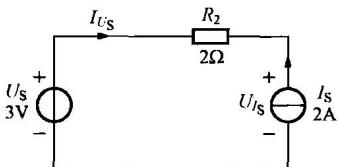
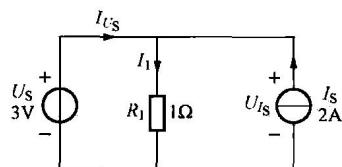
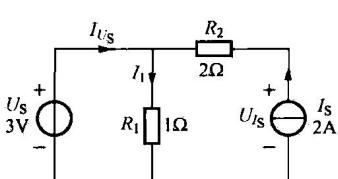

图 1-16 电压源与电流源的串联
图 1-17 电压源与电流源的并联
图 1-18 电压源、电流源与电阻串并联
电压源与电流源串联时, 电压源和电流源通过的电流都等于电流源的电流。电压源两端的电压不变, 电流源两端的电压由外部电路决定。在图 1-16 所示的电路中
电压源与电流源并联时，电压源和电流源两端的电压都等于电压源的电压。电流源的电流不变，电压源通过的电流由外部电路决定，在图 1-17 所示的电路中
**例 1.5.1** 电压源、电流源与电阻串并联的电路如图 1-18 所示。求：(1) 电压源通过的电流  $I_{U_s}$ ；(2) 电流源上的电压  $U_{I_s}$ ；(3) 各元件发出或消耗的功率。
**解** (1) 电压源通过的电流
与电阻串并联 理想电流源与电阻串联时，可将与电流源串联的电阻去掉（短路），不影响对电路中其他部分的计算。计算电压源上通过的电流时，可将电阻  $R_2$  去掉（短路），将图 1-18 变为图 1-17。
理想电压源与电阻并联时，可将与电压源并联的电阻去掉（断开），不影响对电路中其他部分的计算。计算电流源两端的电压时，可将电阻  $R_1$  去掉（断开），将图 1-18 变为图 1-16。